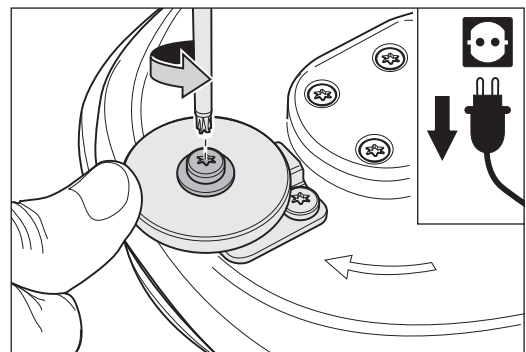

Abb. 62 Die Schraube in der Mitte der Wandschutzrolle lösen.
- 3 Lösen Sie mit dem Universalschlüssel die Schraube in der Mitte der Wandschutzrolle (Abb. 62).